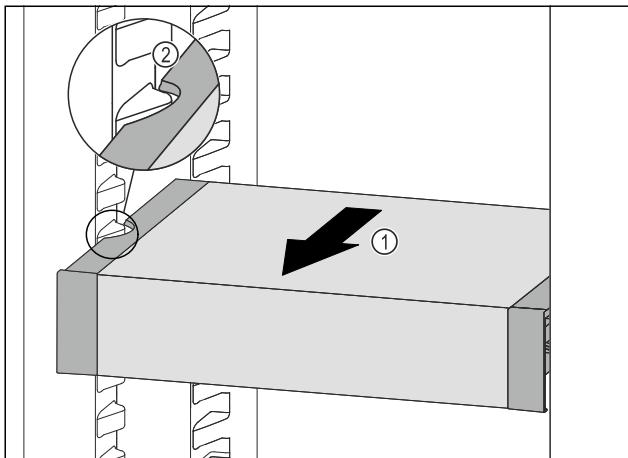

Fig. 57
- Изтеглете VarioSafe напред Fig. 57 (1), докато страничните прорези на VarioSafe се намират на височината на реброто на съда в хладилната част. Fig. 57 (2)